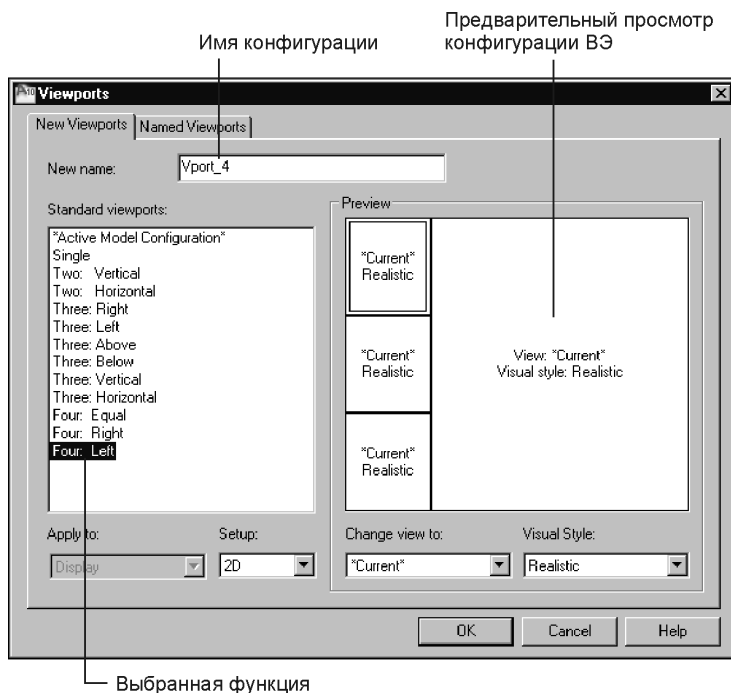

Рис. 7.8. Диалоговое окно Viewports для создания конфигурации видовых экранов
2. В появившемся диалоговом окне **Viewports** (Видовые экраны) установите вкладку **New Viewports** (Новые ВЭкраны) и выберите на ее левой половине нужную конфигурацию деления чертежной области программы на ВЭ (рис. 7.8).